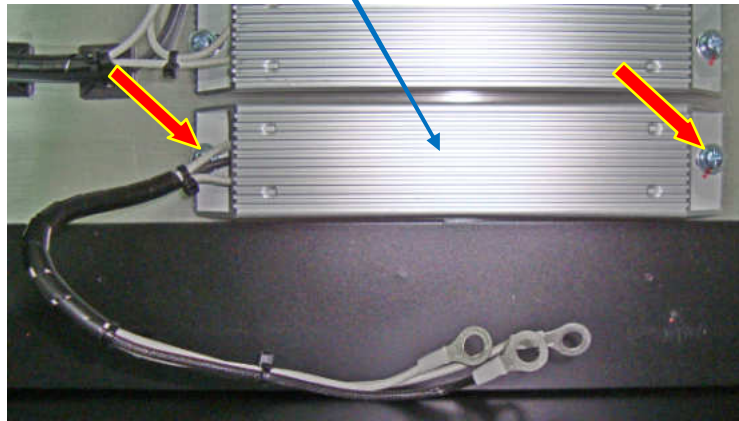

Рис. 6.26.
6.15.1. Выкрутить 2 винта крепления разрядного резистора (рис. 6.26, красные стрелки). Снять резистор предзаряда с проводами и положить его вместе с винтами в тару.